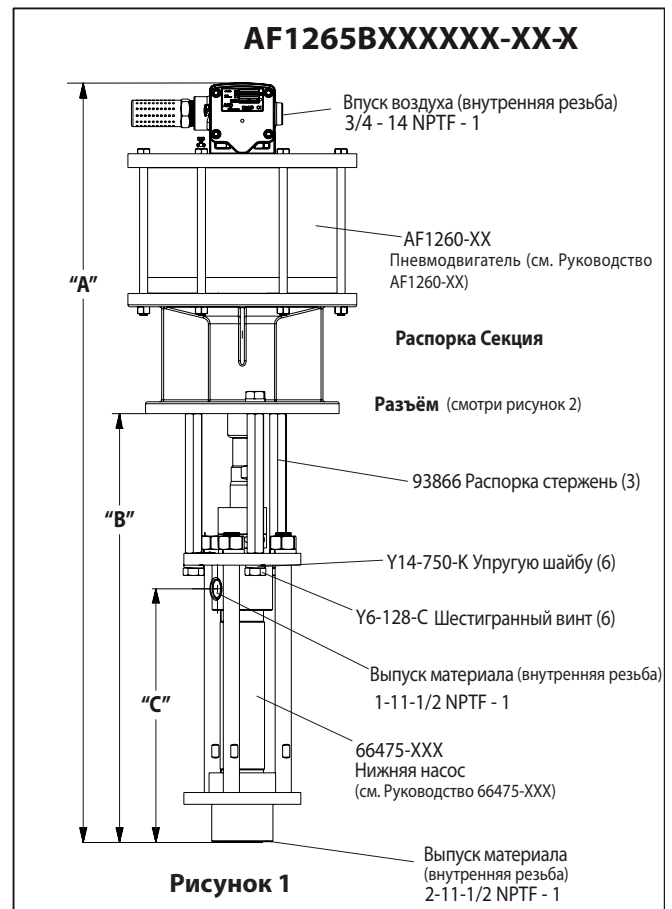

Рисунок 1
2. Usunięcie trzech śrub (Y6-128-C) i blokada (Y14-750-K) Podkładki z trzy pręty dystansowe (patrz rysunek 1).
2. Удалите три винта колпачок (У6-128-С) и lock (У14-750-К) шайбы из трех прутков распорку (см. рисунок 1).